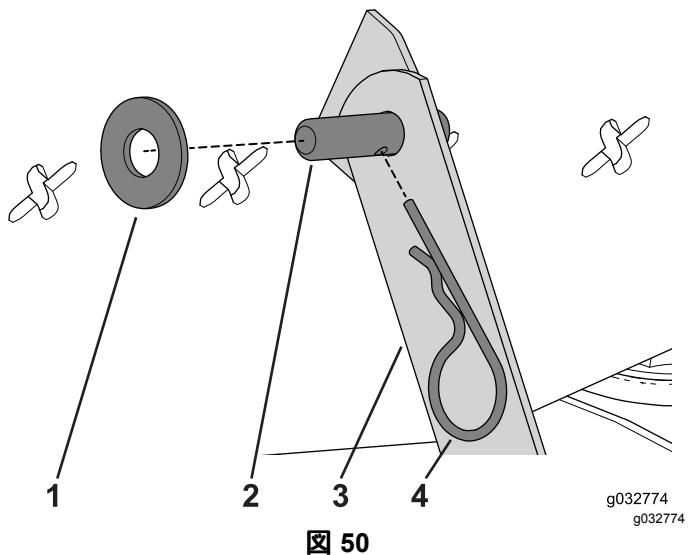

図 50
2. ピボットピンとワッシャを固定しているヘアピンを外してピボットアームとピボットブラケットを分離する 図 50。